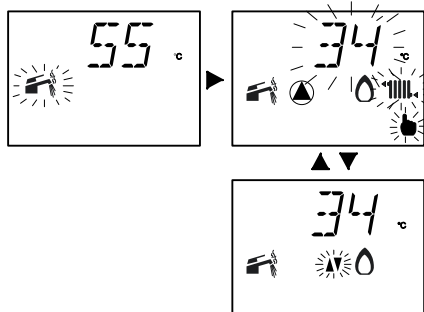

Figura 7.7
- Sul display LCD la variazione è segnalata con l'accensione alternata dei simboli riportati in Figura 7.7. (Esempio: potenza termica riscaldamento al massimo).